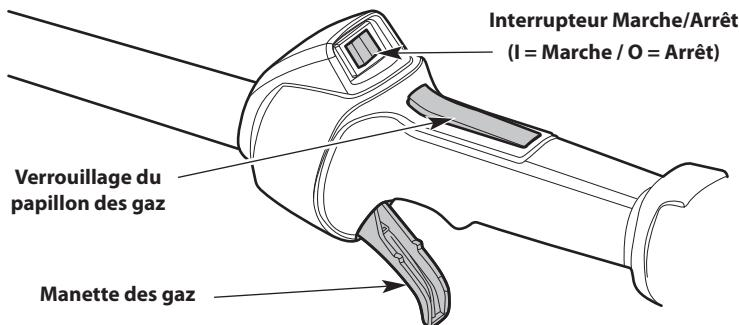

Fig. 13
REMARQUE : Il n'est pas nécessaire de démarrer l'appareil. L'interrupteur de marche/arrêt est constamment en position de **Marche (I)** (Fig. 13).
3. Appuyez sur le bouton de verrouillage de la manette des gaz et maintenez-le enfoncé (Fig. 13). Serrez la manette des gaz et maintenez-la enfoncee (Fig. 13).
2. Appuyez sur l'interrupteur de marche/arrêt et maintenez-le enfoncé en position **d'Arrêt (O)** jusqu'à ce que le moteur s'arrête complètement (Fig. 13).
4. Appuyez sur le bouton de verrouillage de la manette des gaz et maintenez-le enfoncé (Fig. 13). Serrez la manette des gaz et maintenez-la enfoncee (Fig. 13).